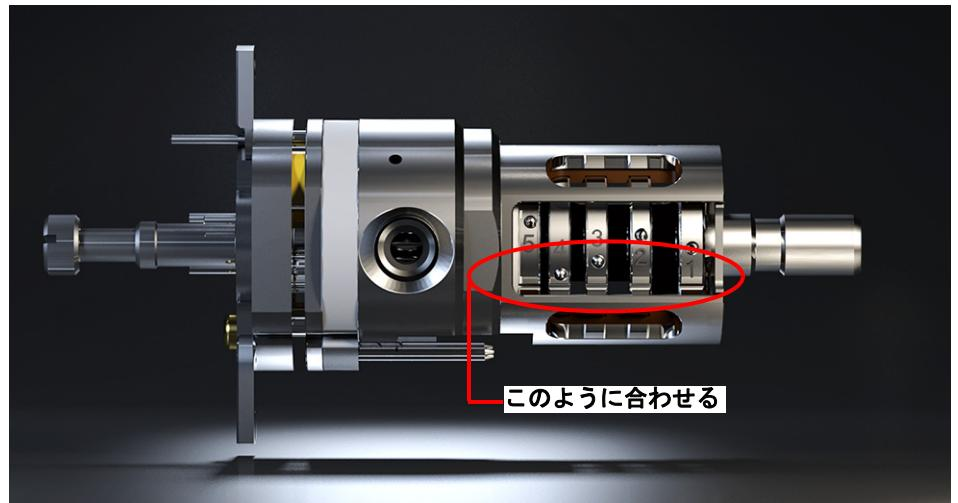

図 39 組み立てた後の EI HES
- 5 枚のレンズをレンズインシュレータ内に組み入れます。(139 ページの図 39 を参照してください。) レンズ番号は各レンズの外周に刻印されています。